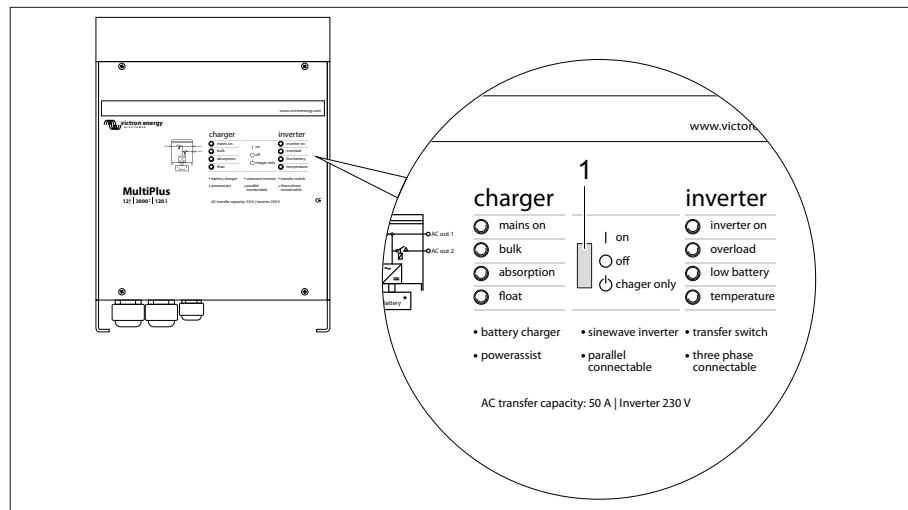

Fig. 260 Invertitore MultiPlus
Per il corretto funzionamento del pannello Digital Multi Control, l'interruttore a levetta dell'invertitore MultiPlus (Fig. 260,1) deve trovarsi in posizione "on".
*Posizioni dell'interruttore a levetta (Fig. 260,1)*
- ▷ Se il veicolo non viene utilizzato per un lungo periodo in assenza del collegamento a 230 V, l'interruttore a levetta (Fig. 260,1) deve trovarsi in posizione "off". In caso contrario le batterie possono scaricarsi dopo 3-4 giorni.